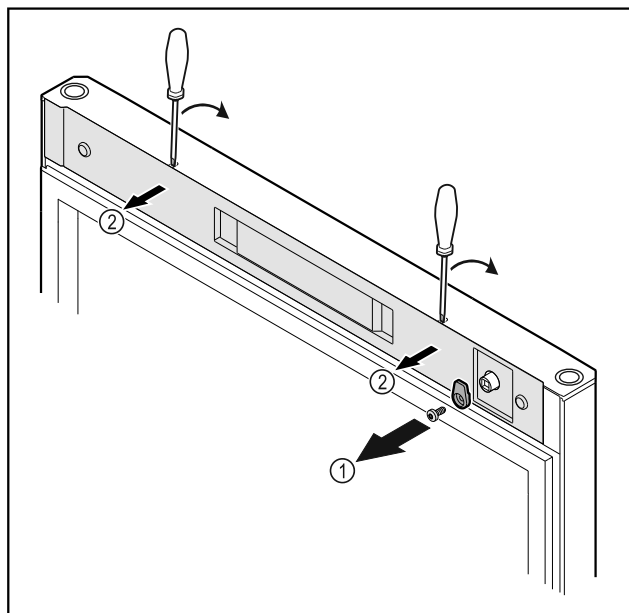

Fig. 12
- Desatornillar el gancho de cierre Fig. 12 (1).
- Desencajar la cubierta Fig. 12 (2) con un destornillador pequeño y retirarla.